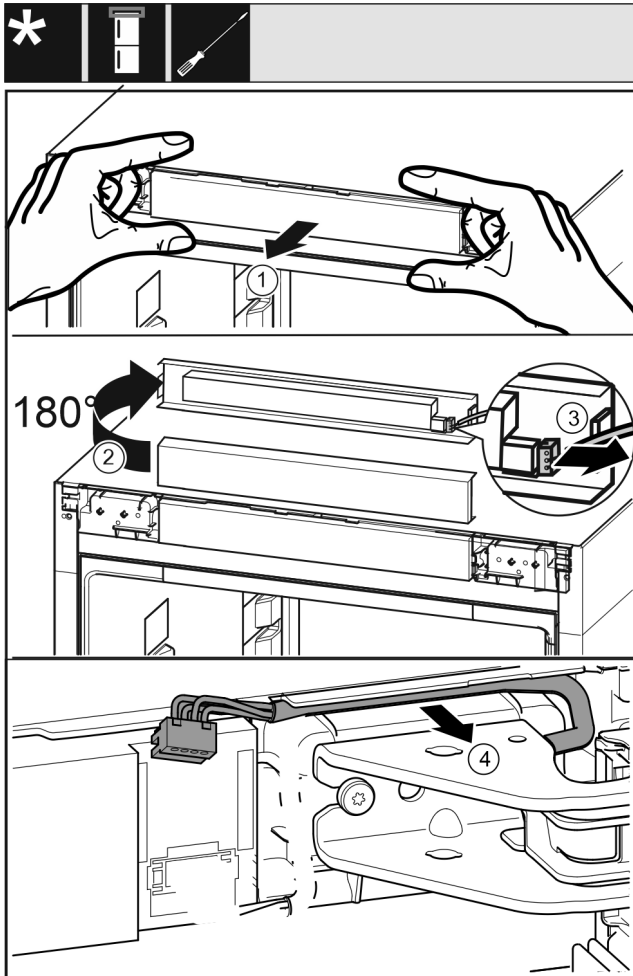

Fig. 23
- ▶ 小心地向前松开控制面板 Fig. 23 (1)。
- ▶ 将控制面板 Fig. 23 (2)向上旋转 180°。
- ▶ 向后按住止动凸缘 Fig. 23 (3)，并小心地拉出插头。
- ▶ 将托架上方电缆 Fig. 23 (4)小心地从导向装置上松开。